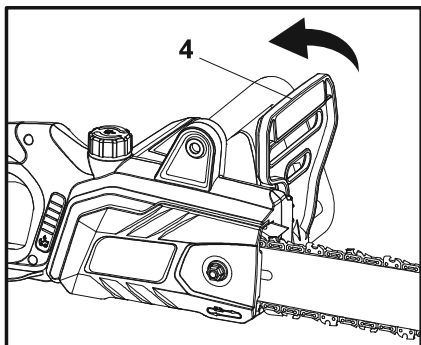

Fig. 13, travão da corrente desengatado
Travão da corrente desengatado: Quando a alavanca do travão da corrente (4) se encontra na posição desengatada, o produto pode ser utilizado normalmente (Fig. 13).